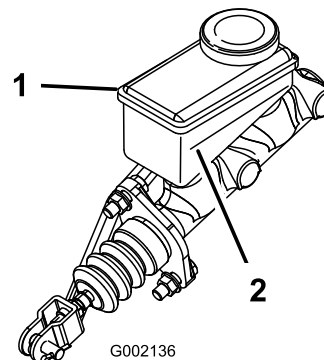

Figura 65
5. Observe o nível do fluido na parte lateral do reservatório (Figura 65).
- B. Adicione fluido dos travões DOT 3 ao reservatório até o nível do fluido estar acima da linha de mínimo (Figura 65).